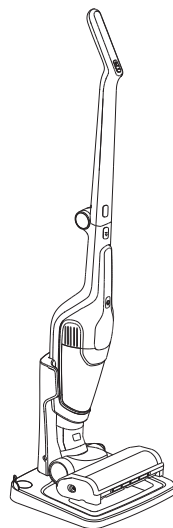

Fig. 5-2b
3. Nu begynder strømindikatoren at lyse, og apparatet oplades. Når apparatet er ladet op, lyser alle opladningsindikatorerne i ca. 1 minut, hvorefter de slukker (se fig. 5-2b).